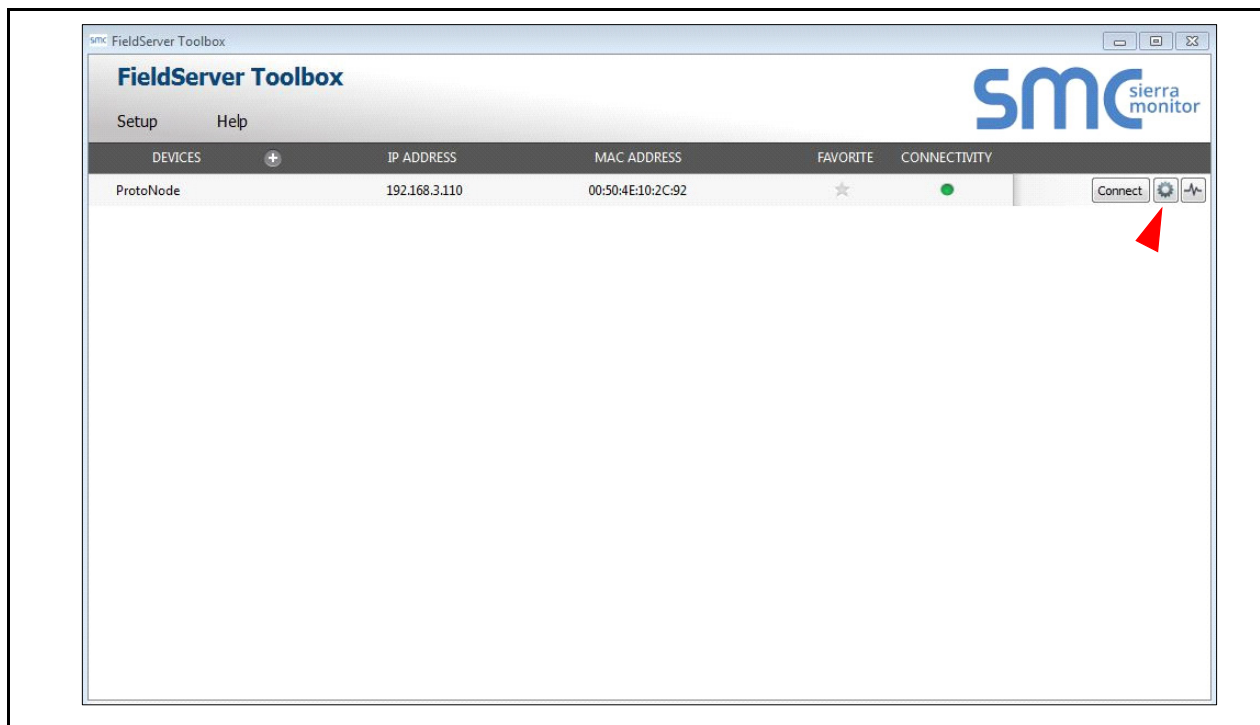

Figura A-2. Verificar endereço IP
6. Se estiver corrigindo o endereço IP do gateway: clique no ícone de configurações  na mesma linha do gateway (consulte a Figura A-2), clique em Network Settings, altere o Endereço IP e clique em Update IP Settings para salvar.